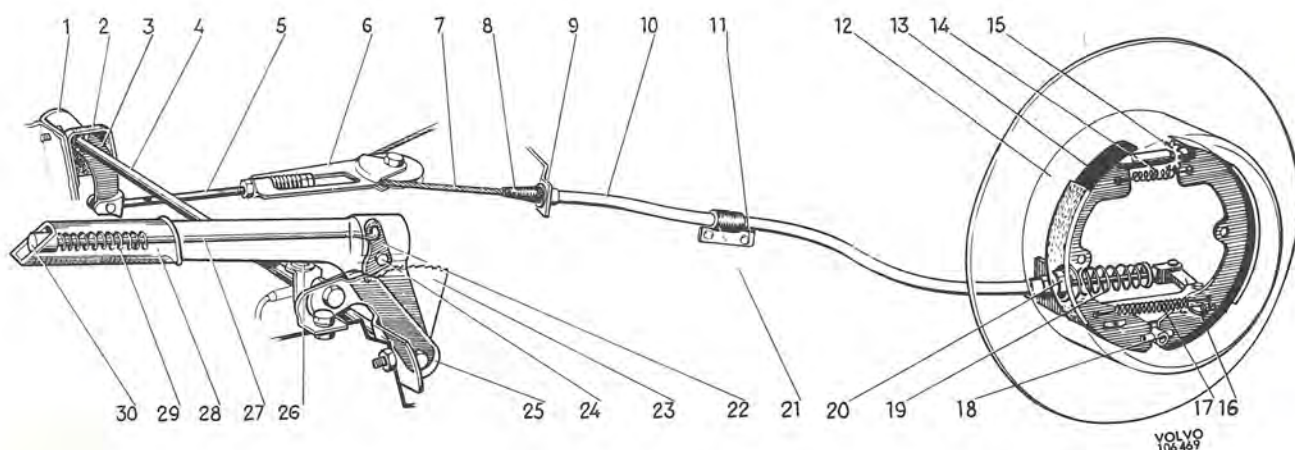

Bild 97. Parkeringsbromssystem, sen. utf.
Parkeringsbromsens konstruktion framgår av bild 97. Manöverspaken (28) är placerad vid golvet på utsidan av förarstolen. Spakens rörelse överförs via axel (4), hävarm och dragstång (5) till juster-anordningen (6). Därifrån överförs rörelsen ge-nom vajer (7) till bakhjulsbromsarna. Vajerns rö-relse påverkar vid varje hjul hävarmen (16), lagrad i ett rörligt stag på backarna. Bromsbackarnas ena ändrar hålls tryckta mot ankarbulten (18) av fjädern (17). De andra ändarna är förenade genom jus-